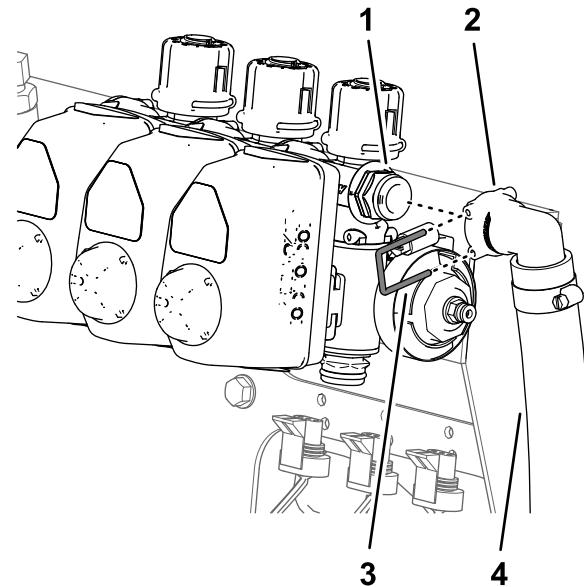

Рисунок 59
- На машинах без дополнительного комплекта ручного распылителя или дополнительного комплекта электрического шлангового барабана снимите малый держатель, который крепит быстроизъемный штуцер перепускного шланга к быстроизъемному штуцеру перепускного клапана правой секции (Рисунок 59).